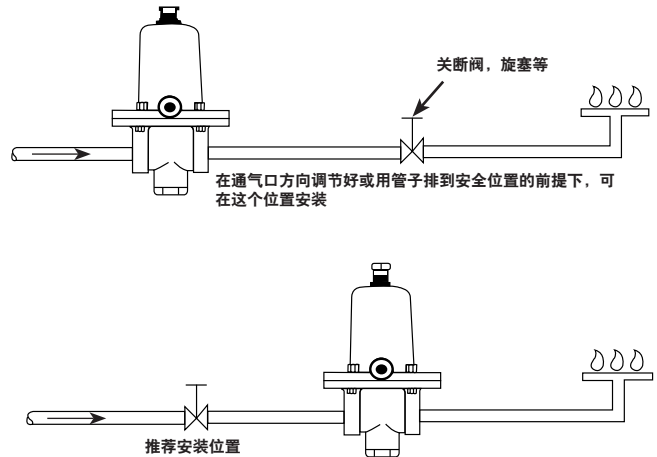

图 2. 液体工况中64SR型的下游限流需要谨慎处理
11. 如果是液体工况，建议将关断阀安装在调压器的入口侧。图2显示了64SR型的典型安装。如果使用其它型号，需要在下游安装一个外部泄压阀，并安装在任何关断阀的前端。在调压器的下游安装调压器可能使液体堵在调压器与关断阀之间。这些液体蒸发后可能打开内部或外部泄压阀。在调压器与燃烧器间无需安装关断阀的应用中，请将调压器安装在一个安全的位置或在64SR型的通气口，或泄压阀泄放端连接一根通气管路到安全的位置，以防止泄放阀的泄放导致任何危险状况。